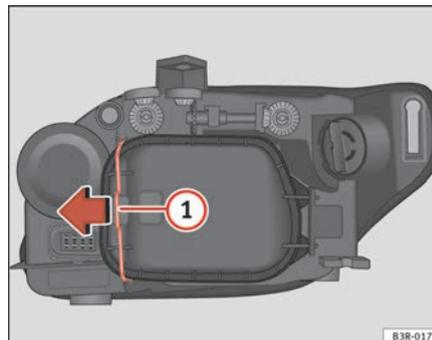

Fig. 195 Feu de position (côté extérieur véhicule)
- Déplacez le tirant ⇒ page 270, fig. 195 ① dans le sens de la flèche et retirez le couvercle rigide en séparant d'abord le côté du tirant et en ôtant ensuite les deux languettes de l'autre extrémité du couvercle.